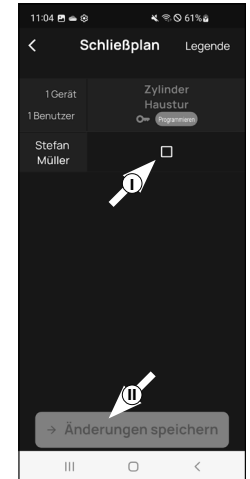

Abb. 2
- Sie sehen eine Tabelle, bestehend aus angelegten Zylindern (horizontal) und eingerichteten Benutzern (vertikal) (Abb. 2). Setzen Sie jeweils dort einen Haken, wo Sie den jeweiligen Benutzer für das entsprechende Schloss zur Nutzung berechtigen möchten (I) (Abb. 2) und bestätigen Sie die Auswahl mit dem Button „Änderungen speichern“ (II) (Abb. 2).